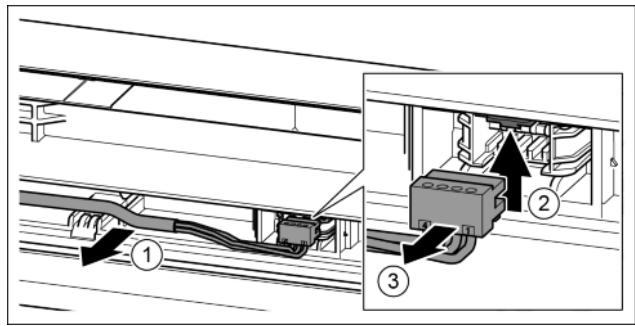

Fig. 20
- ▶ Обережно витягніть сірий кабель з направляючої в дверцях. Fig. 20 (1)
- ▶ Притисніть з'єднувальну накладку вгору. Fig. 20 (2)
- ▶ Обережно витягніть штекер. Fig. 20 (3)